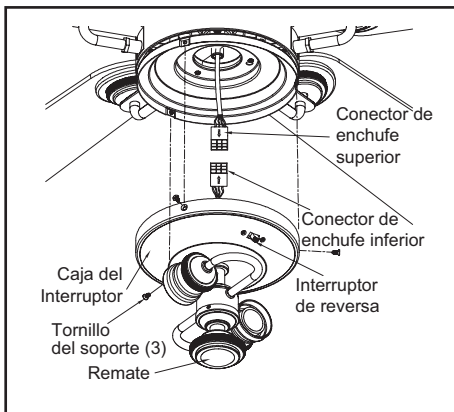

Figura 16
2. Gira la cubierta de la caja del interruptor hacia la derecha hasta que los dos tornillos queden en el extremo angosto de las ranuras tipo ojo de cerradura. Reinstala el tornillo retirado en el paso 1. Aprieta firmemente todos los tornillos. (Figura 16)
3. Quita tres tornillos de la cubierta de la caja del interruptor. Conecta el enchufe moldeado del adaptador de la caja del interruptor con el enchufe moldeado del adaptador del conjunto motor-ventilador. (Figura 16)
4. Instala los tres tornillos que retiraste en el paso 3. Aprieta firmemente los tres tornillos. (Figura 16)